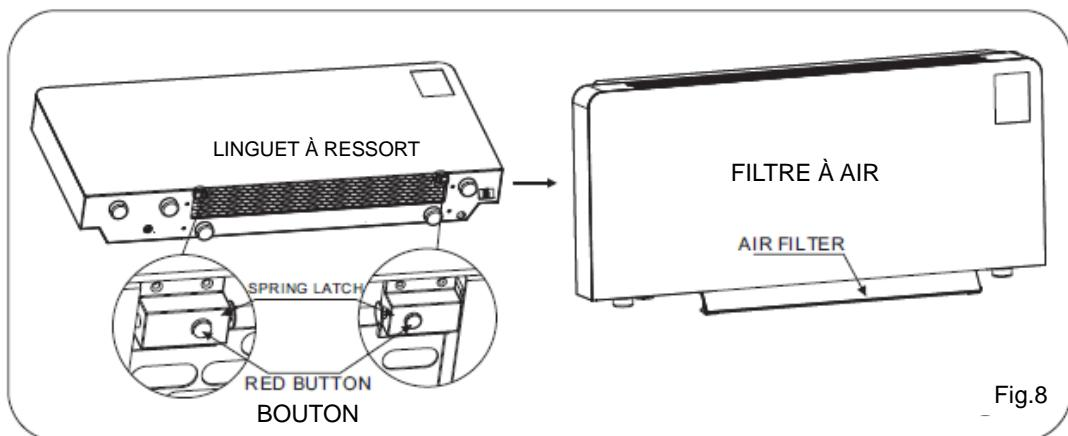

Fig.8
- 1) Appuyez sur les deux boutons rouges et tirez-le lentement vers le bas (Fig.8) ;
- 1) Press the two red buttons and pull it down slowly (Fig.8) ;
- 1) Pulse los dos botones rojos y tire lentamente hacia abajo (Fig.8) ;
- 1) Drücken Sie die beiden roten Knöpfe und ziehen Sie ihn langsam nach unten (Abb.8);
- 1) Premere i due pulsanti rossi e tirarlo giù lentamente (Fig.8) ;